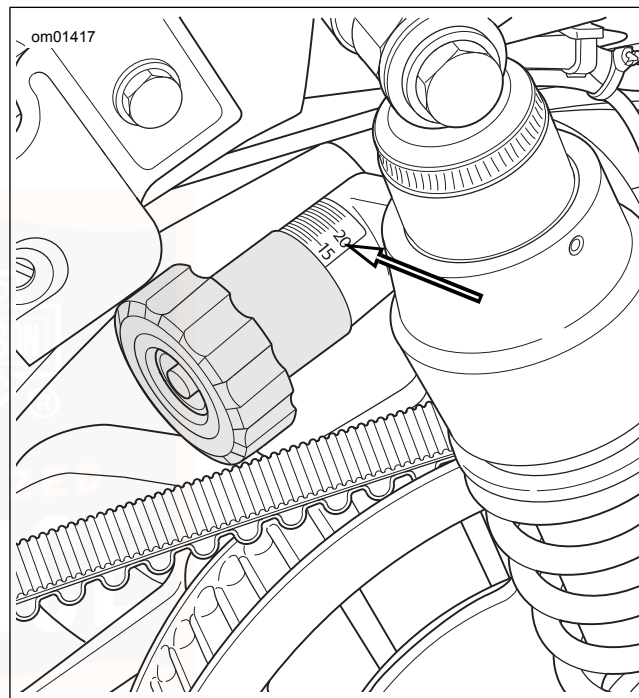

Abbildung 15. Vorspannungseinstellknauf
2. Siehe Abbildung 15. Den Knopf in die gewünschte Stellung für die erwartete Last drehen. Der Knopf klickt nach jeder halben Umdrehung. Siehe Tabelle 25, Tabelle 26 oder Tabelle 27.